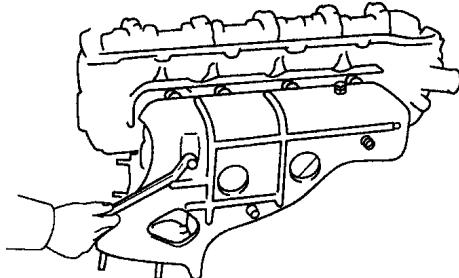

图 1-15 拆下排气歧管隔热罩
- 1) 旋下 3 个螺母和螺栓，如图 1-15 所示，拆下排气歧管隔热罩。